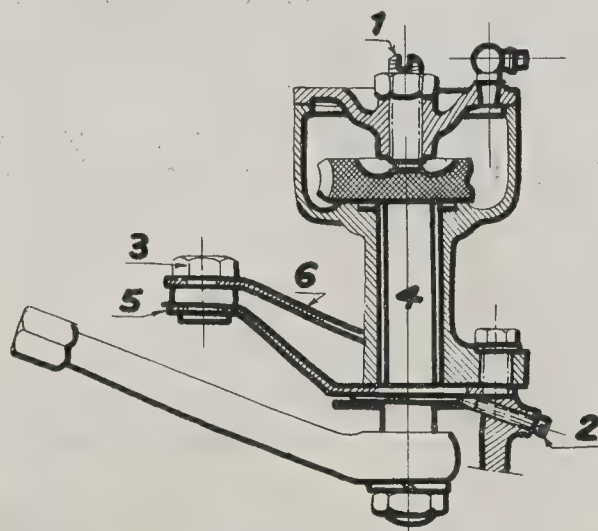

Fig. 2. — Réglage de la direction
Les roues étant en ligne droite, mettre la direction à la position « point dur », exactement repérée sur le boîtier de direction et le flector par deux marques de peinture rouge ou deux chiffres (1) que l'on amènera en coïncidence. On supprimera alors le jeu longitudinal du secteur denté par vissage modéré de la vis (1, fig. 2) dont on aura préalablement desserré l'écrou de blocage ; on supprimera le jeu entre vis et secteur (4) par rotation de la bague excentrée servant de coussinet au secteur (4) ; cette rotation s'opère par l'arrêt (5) utilisé comme levier de manœuvre, après avoir desserré les vis et écrou (2) et (3) ; après suppression des jeux comme indiqué, ne pas oublier de rebloquer, par leurs écrous de blocage, les vis (1) et (2) et l'écrou (3).